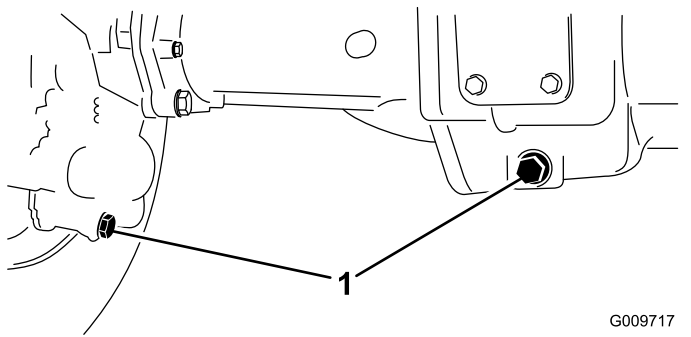

Bild 58
2. Reinigen Sie den Bereich um die drei Ablassschrauben, d. h. jeweils eine an jedem Ende und eine in der Mitte (Bild 58).